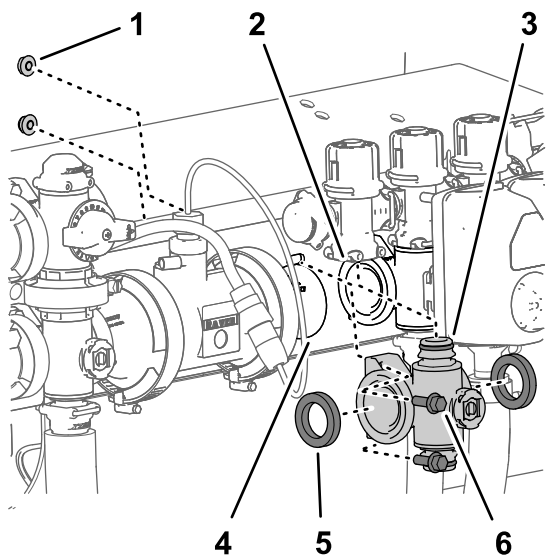
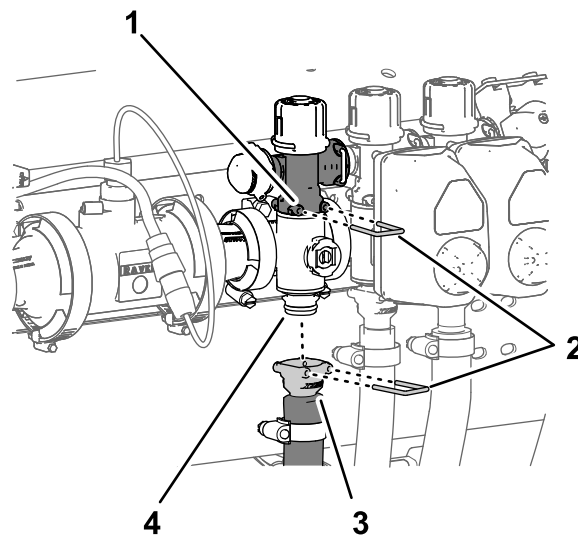

Рисунок 132
Рисунок 133
1. Совместите 2 прокладки, снятые при выполнении действий, описанных в разделе Демонтаж коллекторного клапана секции \(страница 98\), с фланцами коллектора клапана секции (Рисунок 132).
- Совместите фланец коллектора клапана секции с фланцами другого клапана секции (клапанов секций) и/или переходного соединителя (Рисунок 132).
- Вставьте быстроразъемный штуцер коллектора клапана секции в быстроразъемное гнездо перепускного клапана секции и зафиксируйте с помощью штифта быстроразъемного соединения (Рисунок 132 и Рисунок 133).
опору клапана (Рисунок 132) с помощью 2 болтов с фланцем (1/4 x 3/4 дюйма) и 2 фланцевых контргайк (1/4 дюйма), снятых при выполнении действий, описанных в разделе Демонтаж коллекторного клапана секции (страница 98).
8. Установите быстроразъемный соединитель шланга секции на быстроразъемный штуцер коллектора клапана секции и зафиксируйте при помощи штифта быстроразъемного соединения (Рисунок 133).